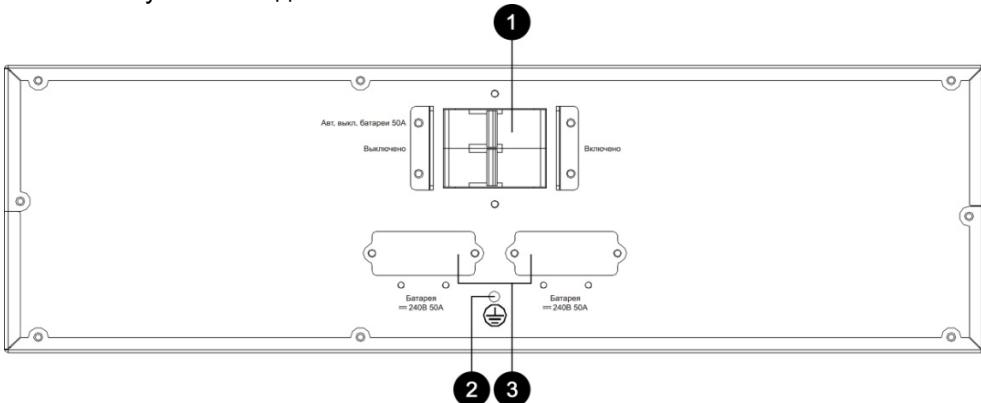

Рисунок 4 - Задняя панель БМ ВР 240-9-3У
- На задней панели БМ (рисунок 4) расположены: